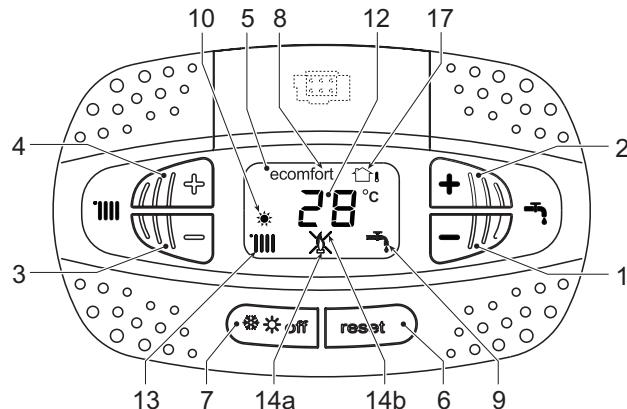

fig. 150 - Pannello di controllo
#### Legenda pannello fig. 150
Il display (part. 12 - fig. 150) visualizza l'attuale temperatura della mandata riscaldamento e durante il tempo di attesa riscaldamento la scritta "d2".
La richiesta comfort (ripristino della temperatura interna della caldaia), è indicata dal lampeggio del simbolo comfort. Il display (part. 12 - fig. 150) visualizza l'attuale temperatura dell'acqua contenuta in caldaia.
In caso di anomalia (vedi "11.2 Anomalie caldaia") il display visualizza il codice di guasto (part. 12 - fig. 150) e durante i tempi di attesa di sicurezza le scritte "d3" e "d4".
Per spegnere la caldaia, premere ripetutamente il tasto inverno/estate/off (part. 7 - fig. 150) fino a visualizzare i trattini sul display.
Quando la caldaia viene spenta, la scheda elettronica è ancora alimentata elettricamente. È disabilitato il funzionamento sanitario e riscaldamento. Rimane attivo il sistema antigelo. Per riaccendere la caldaia, premere nuovamente il tasto inverno/estate/off (part. 7 - fig. 150).
Premere il tasto inverno/Estate/off (part. 7 - fig. 150) fino a visualizzare il simbolo Estate (part. 10 - fig. 150): la caldaia erogherà solo acqua sanitaria. Rimane attivo il sistema antigelo.
Per riattivare la modalità Inverno, premere 2 volte il tasto inverno/Estate/off (part. 7 - fig. 150).
Agire sui tasti riscaldamento (part. 3 e 4 - fig. 150) per variare la temperatura da un minimo di 20°C ad un massimo di 80°C.
Agire sui tasti sanitario (part. 1 e 2 - fig. 150) per variare la temperatura da un minimo di 40°C ad un massimo di 55°C.
- Portare la caldaia in modo stand-by e premere il tasto Reset (part. 6 - fig. 150) per 10 secondi.
- Il display visualizza 100 ed il testo "co" lampeggiante; premere il tasto "Riscaldamento +" (part. 4 - fig. 150) fino ad impostare e visualizzare 120.
- Dopodiché premere il tasto "Sanitario +" (part. 2 - fig. 150) fino ad impostare 123.
- Premere 1 volta il tasto Reset (part. 6 - fig. 150).
- Il display visualizza tS lampeggiante; premere 1 volta il tasto "Riscaldamento +" (part. 4 - fig. 150).
- Il display visualizza Sc lampeggiante; premere 1 volta il tasto Reset (part. 6 - fig. 150).
- premere il tasto "Riscaldamento +" (part. 4 - fig. 150).
- Premere il tasto Reset (part. 6 - fig. 150) per 10 secondi; la caldaia torna in standby.